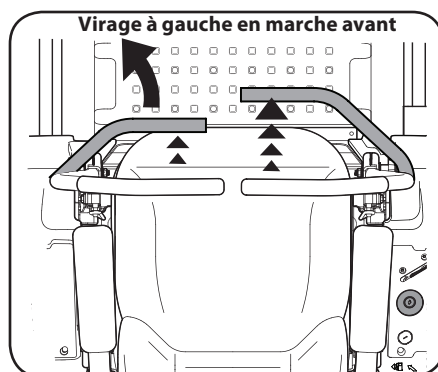

Figure 3-3
- Pour tourner à gauche, tirez la barre de conduite gauche vers vous et poussez la barre de conduite droite vers l'avant. Voir Figure 3-3.